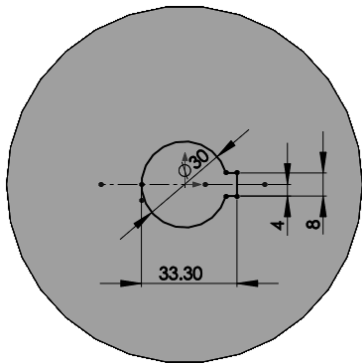

图 9-81 在右视基准面中绘制安装孔草图
- [2] 在右视基准面中绘制安装孔和键槽草图, 如图 9-81 所示。